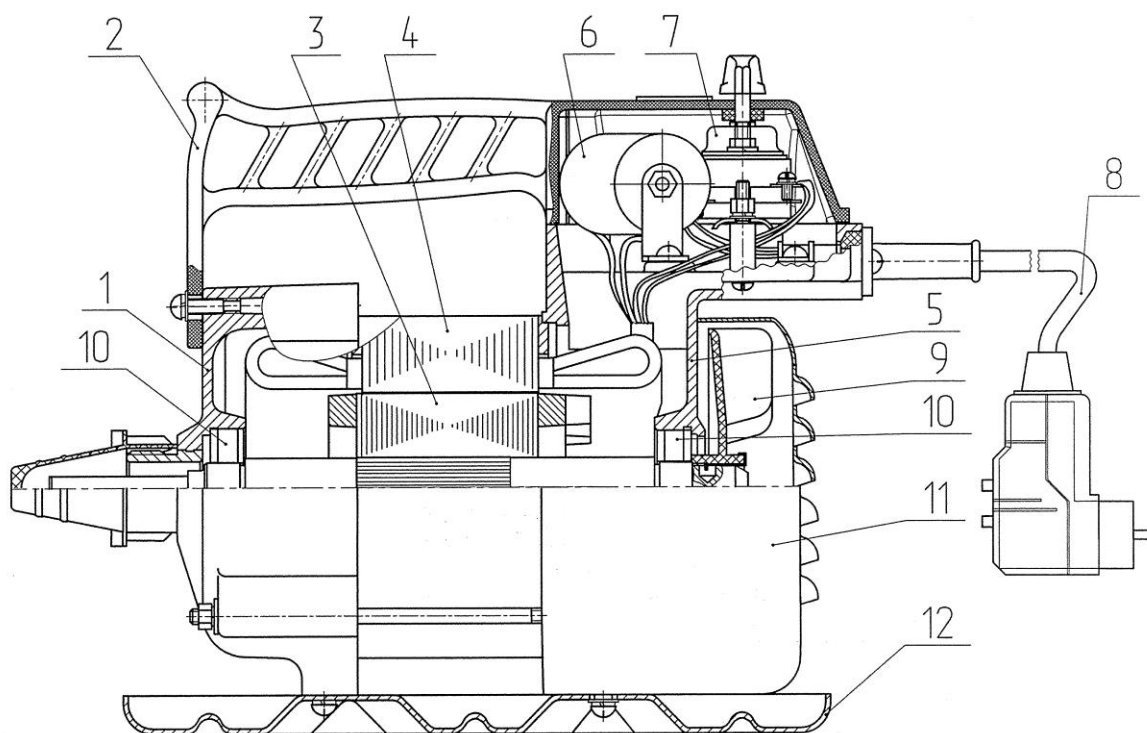

Рисунок 1. Электропривод ЭПК – 1300
5.2 Устройство электропривода приведено на рис. 1.
- развернуть резьбовые соединения электропривода (рисунок 1), снять крышку 8, отсоединить от контактов выключателя 8 токоподво-